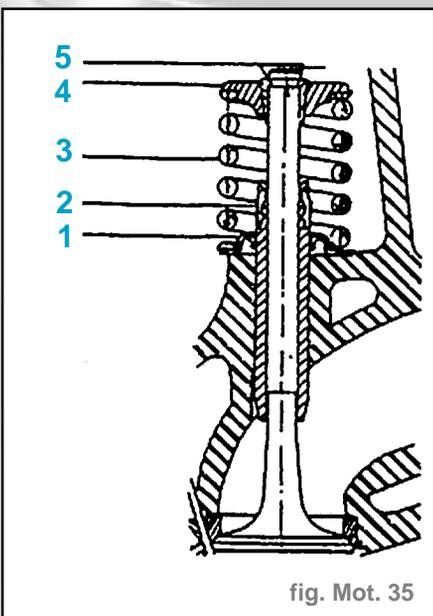

fig. Mot. 35
- Changer les joints d'étanchéité (2) de queues de soupapes. Pour le repose s'aider d'une clé tube de 11 (fig. Mot. 35).